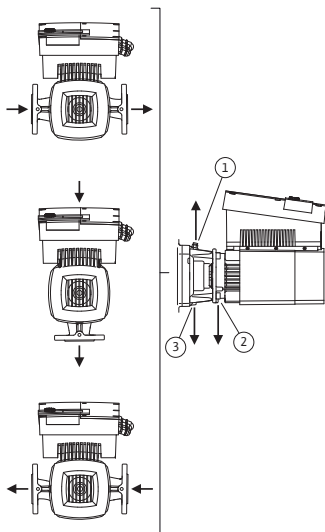

Fig. 23: Допустимі монтажні положення з горизонтальним розташуванням вала двигуна
Прийнятні монтажні положення з горизонтальним розташуванням вала двигуна й електронного модуля догори (0°) представлено на Fig. 23. На зображені прийнятні монтажні положення з боковим розташуванням електронного модуля ($+/-90^\circ$). Прийнятним є будь-яке монтажне положення, крім «Електронний модуль донизу» (-180°). Видалення повітря з насоса гарантовано лише тоді, коли вентиляційний клапан звернено догори (Fig. 23, п. 1).
Тільки в такій позиції (0°) конденсат, що утворюється, спрямовано може виходити через наявні отвори, ліхтар насоса (Fig. 23, п. 3) й двигун (Fig. 23, п. 2). Для цього слід видалити заглушку на фланці двигуна (Fig. 7, п. 7а).
- У випадку горизонтального розташування вала двигуна отвір для конденсату має обов'язково бути звернений донизу (Fig. 23, п. 2). За необхідності двигун слід відповідно повернути.